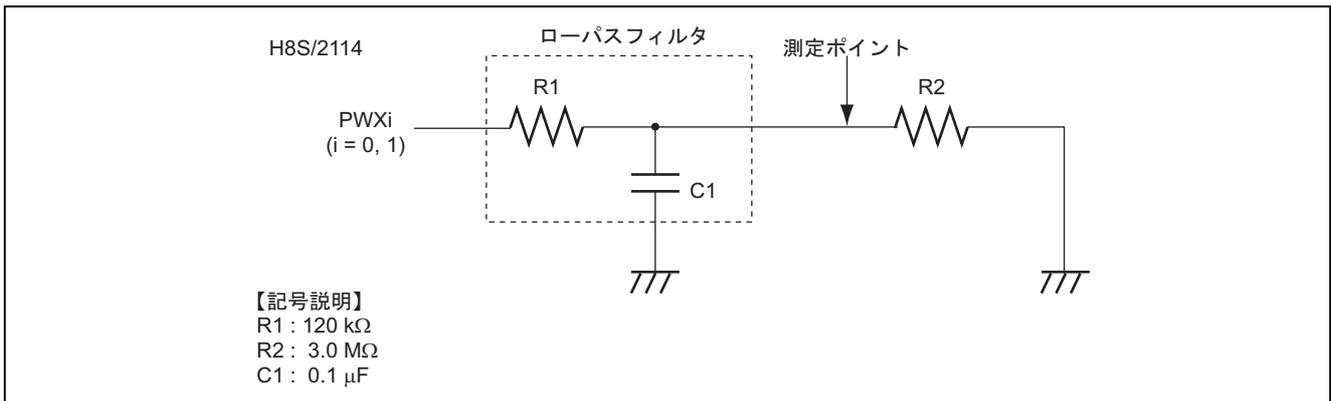

図 1 D/A として使用する場合の回路例
- 図 1 に示すように、14 ビット PWM 機能は、PWXi (i = 0, 1) 端子から出力を行ないます。その信号をローパスフィルタ (RC 回路) を通過させることにより、アナログ出力 (D/A 出力) を生成します。本タスクでは、PWX0 端子による PWM 出力を行なっています。
*2 図 1 の R1, R2, C1 の値